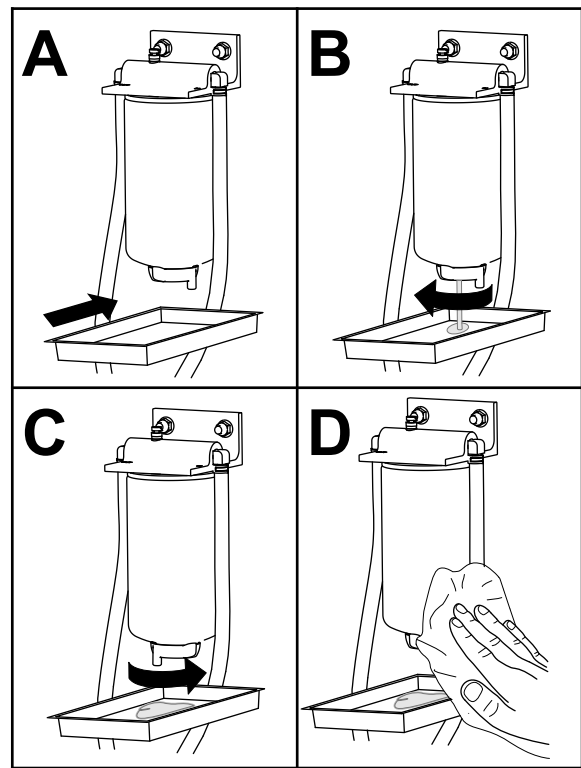

Figure 119
1. Faites l'entretien du séparateur carburant-eau comme montré à la Figure 119.